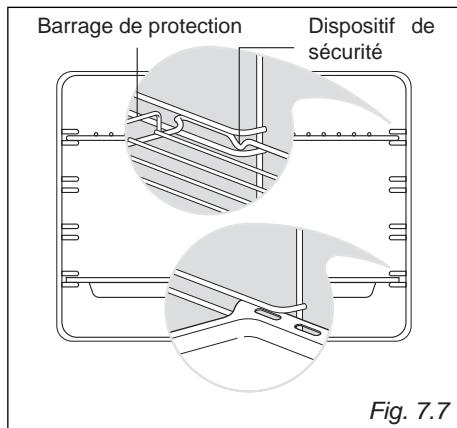

Fig. 7.7
- Faire glisser sur les guides la grille et la lèchefrite fig. 7.7.